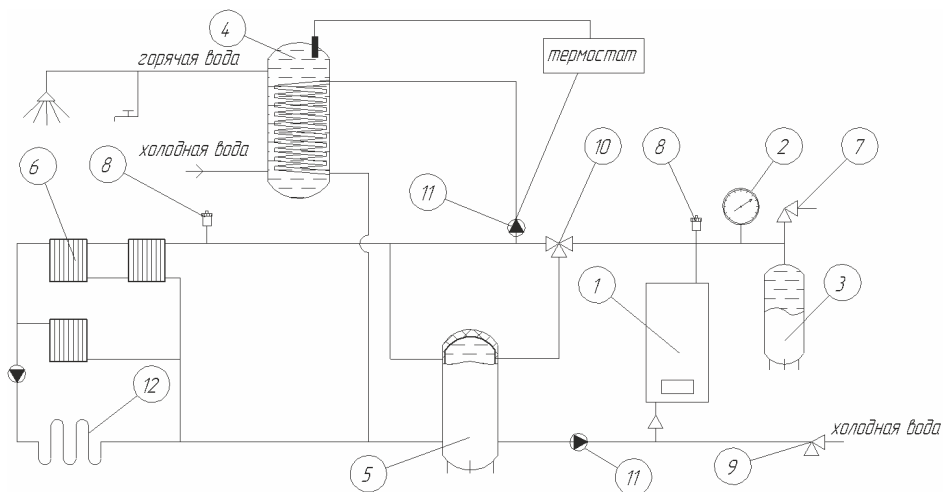

Рисунок 5. Возможная схема системы отопления и ГВС.
6.1.7 Система отопления должна быть спроектирована и смонтирована так, чтобы обеспечить удобство в монтаже и обслуживании прибора и позволять полное осушение системы для проведения ремонтных и монтажных работ. После монтажа тщательно промойте систему водой. Затем произведите полный дренаж системы, чтобы удалить все загрязнения, которые могли в ней остаться. Возможная система отопления изображена на рис. 5.
6.1.8 Система отопления в обязательном порядке должна содержать компенсатор объёмного расширения (3) рис.5. Если в качестве теплоносителя использована вода, то суммарный объём экспанзоматов должен составлять не менее 10% от общего её объёма в системе. При использовании незамерзающего теплоносителя объём компенсатора объёмного расширения рассчитывается в соответствии с эксплуатационными документами на теплоноситель.
6.1.9 В системе должен быть установлен предохранительный клапан (7) рис. 5, рассчитанный на давление 0,3 МПа. Устанавливать запорно-регулирующую арматуру между теплообменной емкостью и предохранительным клапаном запрещается!
6.1.10 В верхних точках поднимающихся от выходного патрубка прибора участков трубопровода системы, а также над другими возможными участками системы должен быть установлен автоматический воздухоотводчик (8) рис. 5. Он необходим для удаления газов из системы и исключает возможность работы ТЭНов при отсутствии теплоносителя в теплообменной емкости.